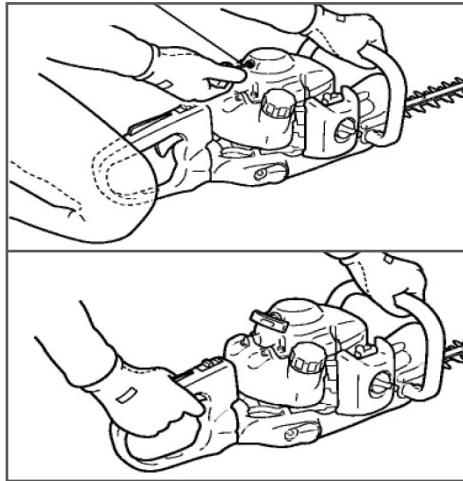

Рис. 3 Запуск двигателя
6. Выберите свободный ход шнура стартера (Рис. 3). Для этого потяните за ручку стартера до тех пор, пока не почувствуете сопротивление, затем
9. Нажмите и отпустите курок газа (Рис. 3), при этом рычаг управления автоматически прикроет дроссельную заслонку, а двигатель перейдет в режим холостого хода.